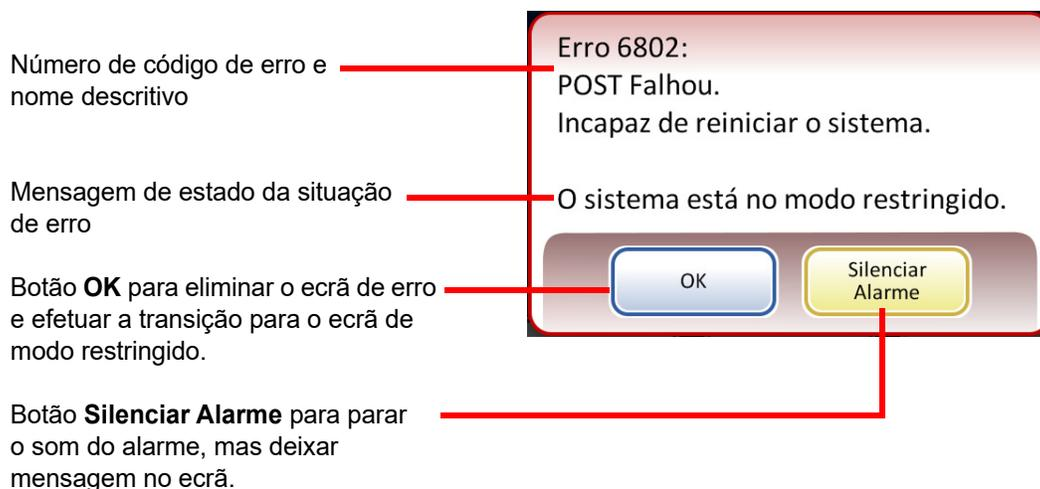

Figura 9-1 Deteção de um erro pelo sistema
- Exibe uma mensagem de erro e emite um alarme sonoro, se o mesmo estiver activado (ver Figura 9-1.) O sistema tenta recuperar (um minuto ou menos).